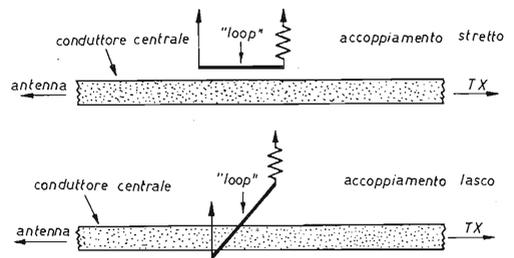

figura 8
- 3) l'inclinazione (a parità di distanza) del « loop » rispetto al conduttore centrale (a « loop » parallelo l'accoppiamento è massimo, a « loop » inclinato di 90° l'accoppiamento è minimo) (figura 8);
Per l'accoppiatore direzionale indicatore di onda riflessa l'accoppiamento viene regolato variando, a parità di distanza, l'inclinazione del « loop » rispetto al conduttore centrale. Il « loop » viene per così dire ruotato rispetto al conduttore centrale stesso (vedi anche la figura 8).